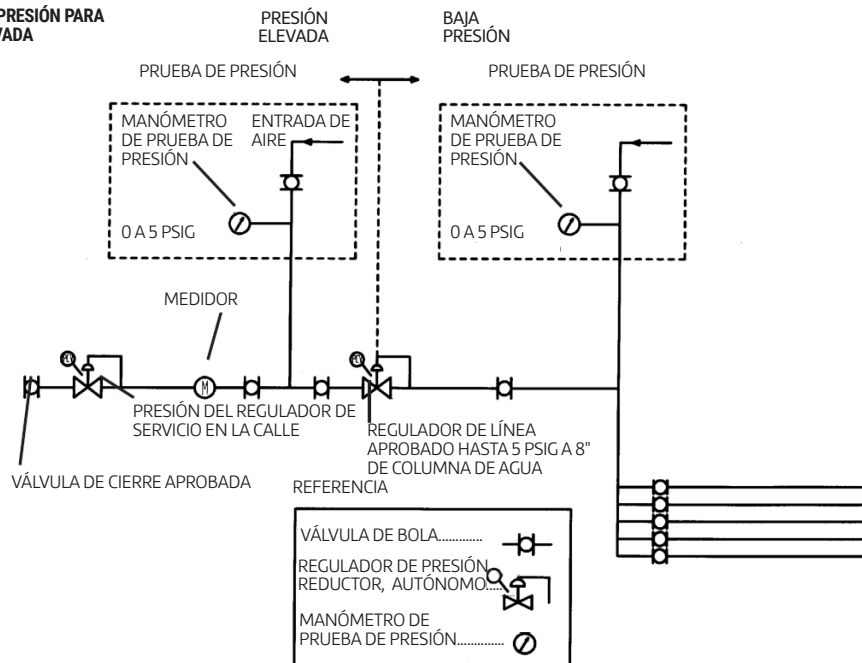

Figura 7.1
- Que, en el caso de los sistemas de presión elevada, se realice una prueba de presión de dos partes. (Véase la figura 7.1)